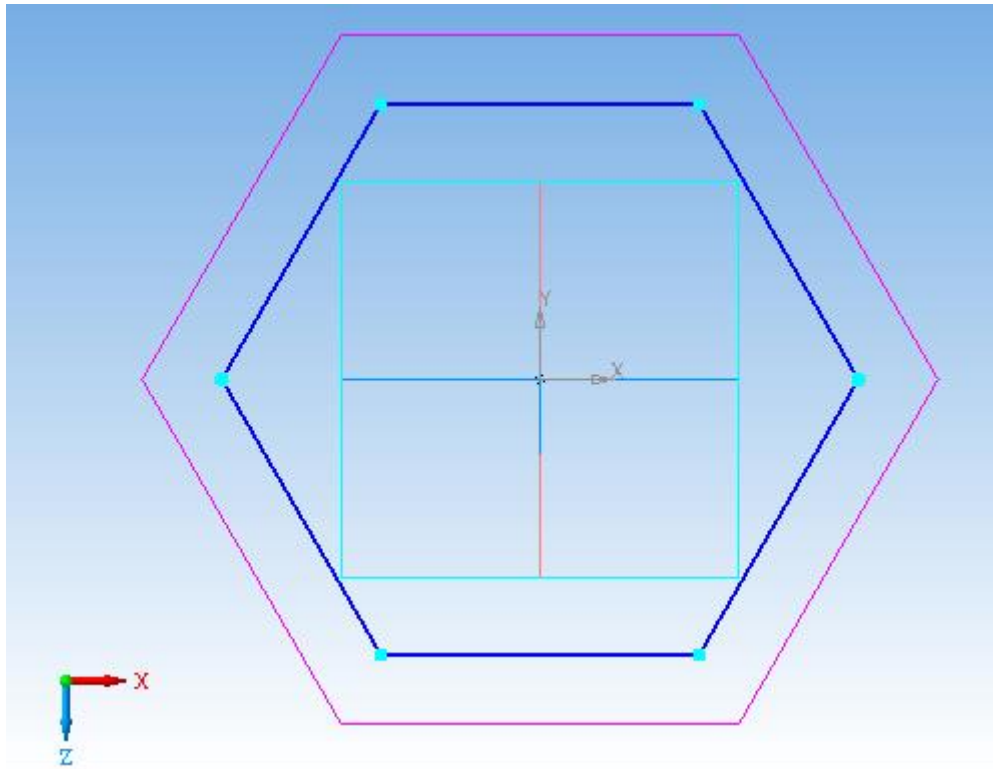

Рис. 6.4
6. В *Дереві побудови* клацнути по ярлику *Зміщена площина*. Перейти в режим  *Ескіз*. Побудувати верхній шестикутник аналогічно нижньому по описаному колі діаметром 80 мм (рис. 6.4). Вийти з режиму  *Ескіз*.